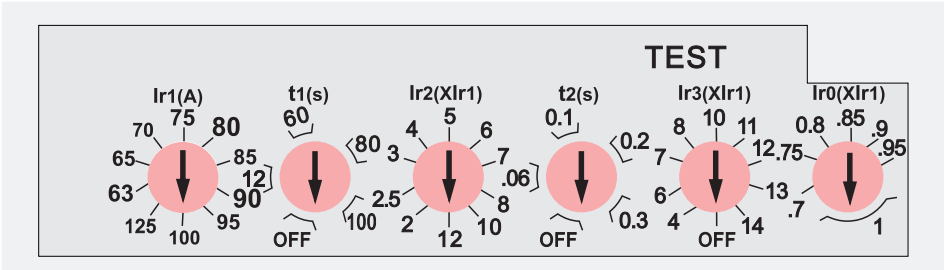
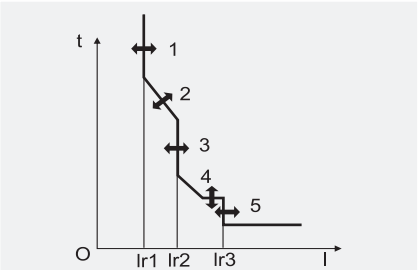

图8
图9
4. HSM2E-125, In=125A电子式脱扣器见图8、图9